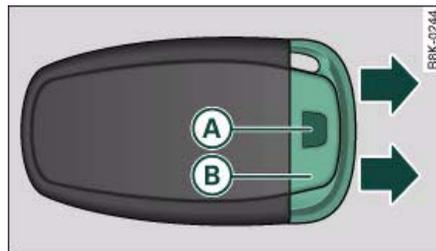
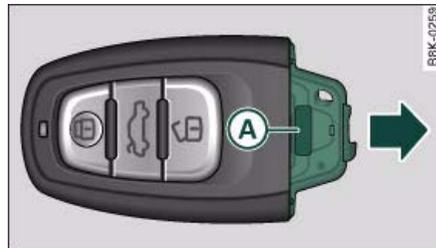

Fig. 17 Llave de control remoto: Extraer la llave de emergencia
Fig. 18 Llave de control remoto: Desmontar el soporte de la pila
- Pulse la tecla de desbloqueo (A) ⇒ fig. 17.
- Extraiga la llave de emergencia (B) de la llave de control remoto.
- Oprima la tecla de desbloqueo (A) ⇒ fig. 18 en el soporte de la pila y saque al mismo tiempo el soporte - en la dirección de la flecha - de la llave de control remoto.